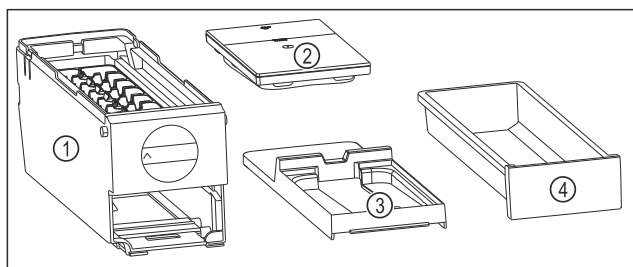

Fig. 107 Części dla EasyTwist-Ice
- ▶ EasyTwist-Ice jest rozłożony na cztery części. (patrz Fig. 107)
- ▶ Należy demontować EasyTwist-Ice wyłącznie na przedstawione części. (patrz Fig. 107)
- ▶ Czyścić korpus EasyTwist-Ice Fig. 107 (1) w całości.